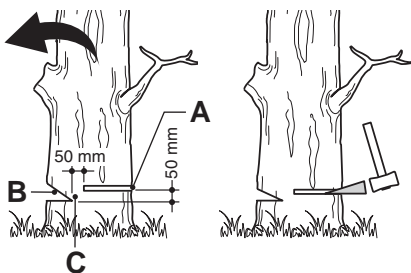

Fig.27
- > Effectuez une entaille [B] d'une profondeur égale à 1/3 du diamètre de l'arbre, perpendiculairement au sens de la chute (Fig.27). Faites la coupe horizontale en premier. Ainsi, la chaîne et le guide-chaîne ne risqueront pas d'être coincés dans le bois lorsque vous ferez la deuxième entaille.
- > Le trait d'abattage [A] doit être situé au moins 5 cm au-dessus de la ligne horizontale de l'entaille d'abattage (Fig.27), et il doit être strictement parallèle à celle-ci. Laissez entre l'entaille et le trait d'abattage une épaisseur de bois assez conséquente pour pouvoir constituer une charnière. La charnière a pour but d'éviter que l'arbre ne pivote et tombe dans la mauvaise direction. Ne la coupez pas.